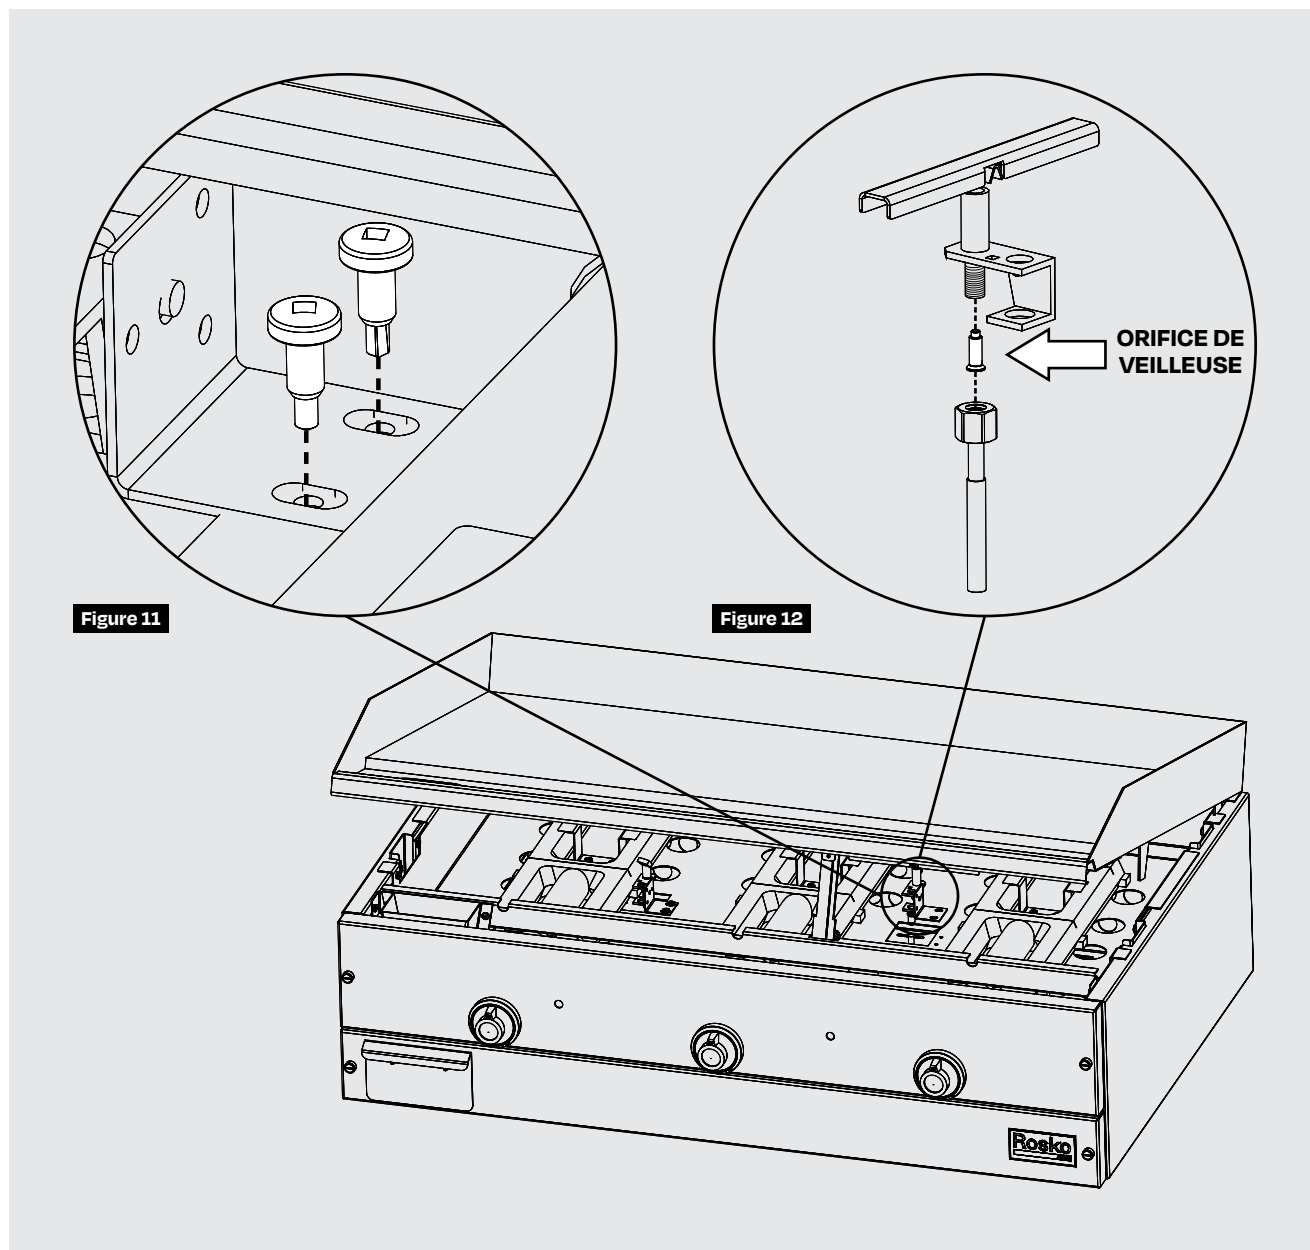

**Figure 10**
4. Retirer l'injecteur de gaz naturel du thermostat à l'aide d'une clé hexagonale. Remplacer par l'injecteur pour gaz propane puis visser l'injecteur dans le thermostat. Répéter cette étape pour chaque thermostat. **(Figure 10)**